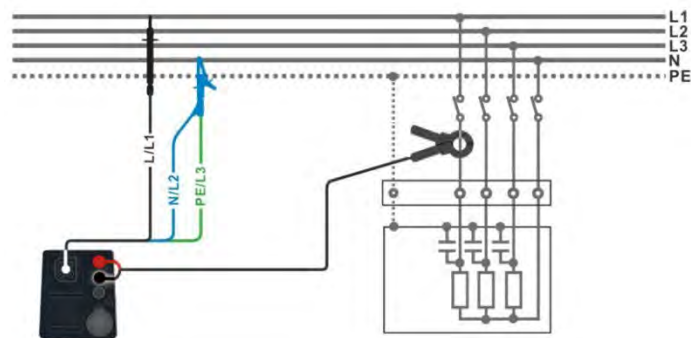

Abbildung 7.57: Oberwellenmessung
- Wählen Sie die Funktion Oberwellen (h_N) im Menü LEIST. - Stellen Sie die Prüfparameter / Grenzwerte ein. - Schließen Sie die Prüfleitungen und die Stromzange am Prüfgerät an. - Schließen Sie den 3-Leiter-Prüfleitung und die Stromzange am Prüfobjekt an, siehe Abbildung 7.57. - Starten Sie die Messung. - Stoppen Sie die Messung. - Ergebnis speichern (optional)